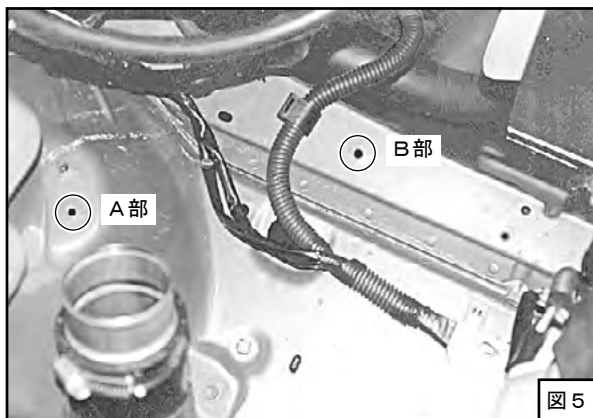
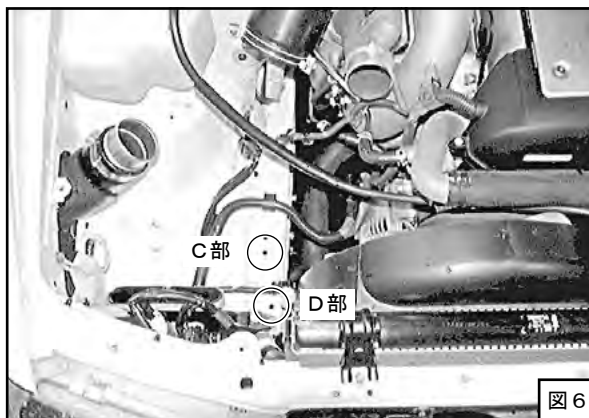
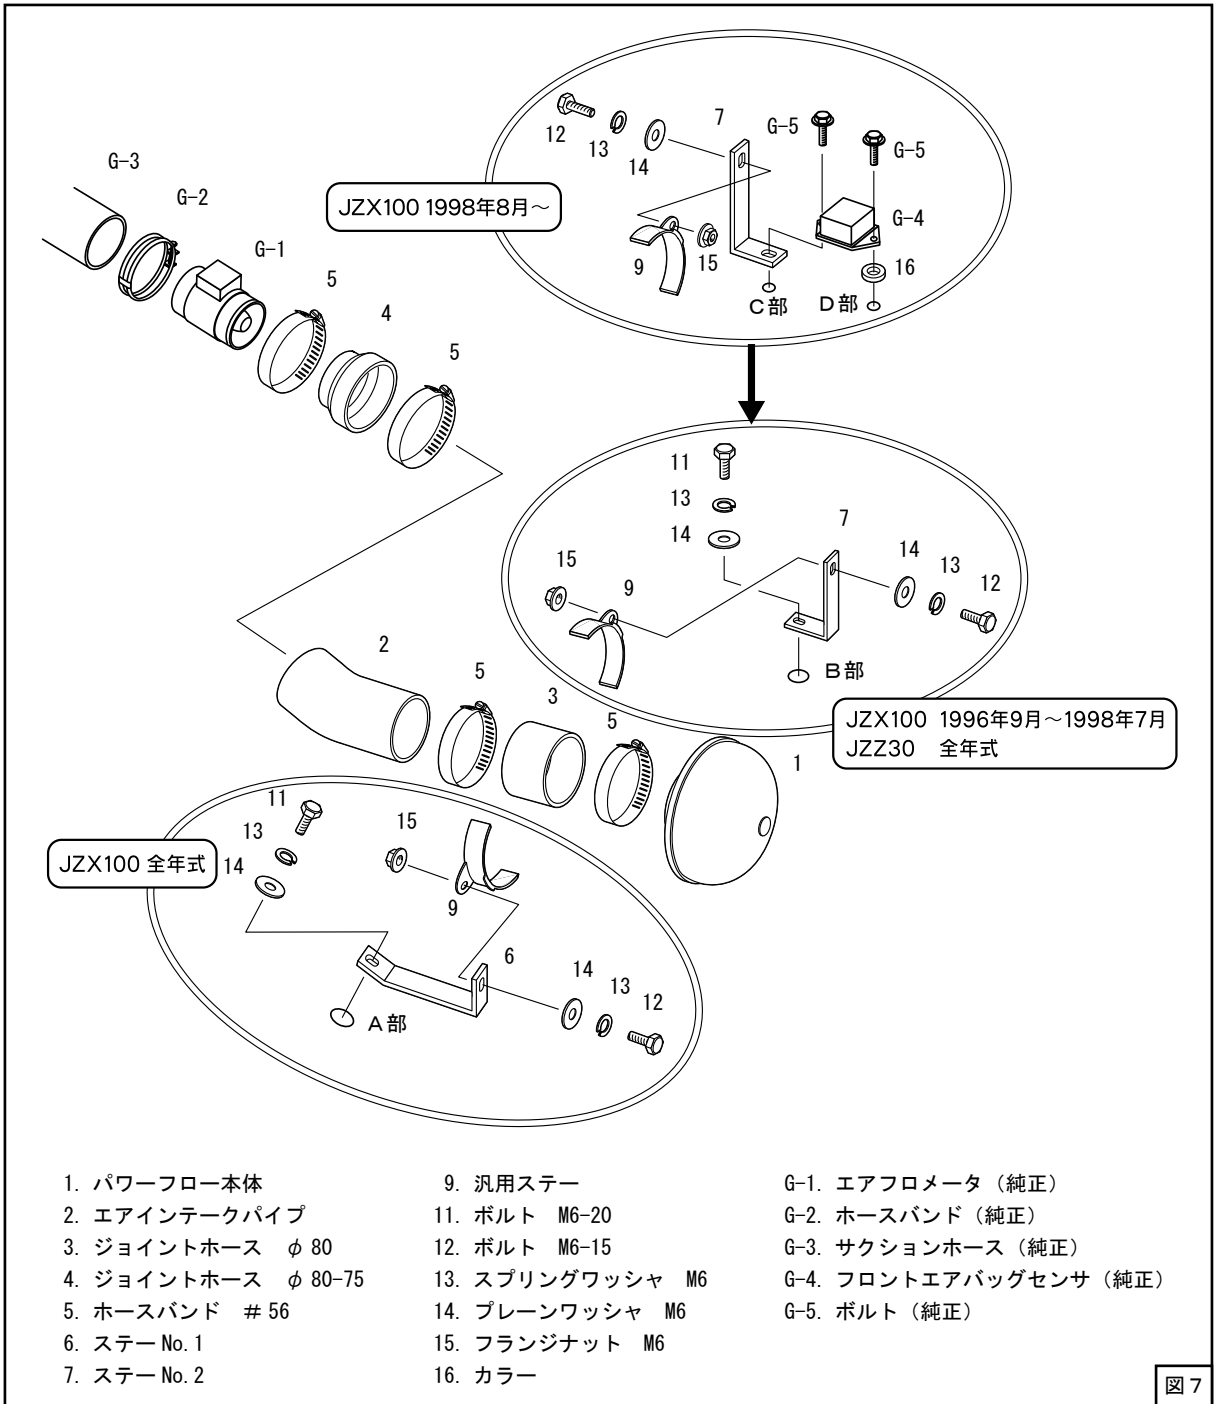

図5
図6
図7
- (1) ステアNo.1をA部に、ステアNo.2をB部(JZX100 1998年8月～は、C部にフロントエアバッグセンサと共締め)に仮付けしてください。(ステアNo.1はJZX100のみ) (図5、図6、図7)
(2) キットパーツを組付けてください。(図7)